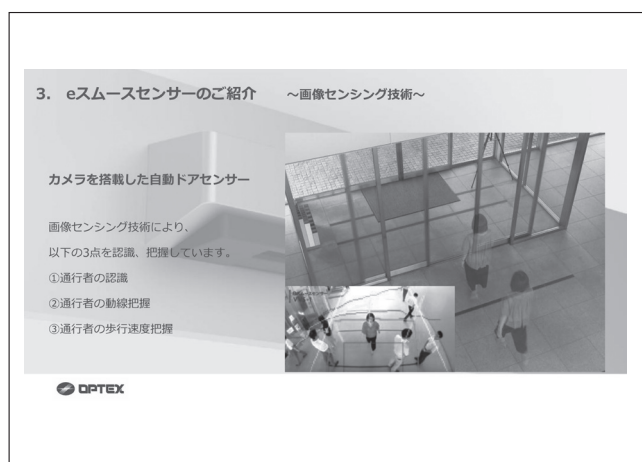

図3 画像センシング技術
2.通行者の動線把握。認識した通行者がどのように動いていくのかを追随します。これまでの一般的な自動ドアセンサーでは、通過する意思のない通行者に対してもドアを開けてしまうことがありました。「eスムーズセンサー」は人の形や進行方向を認識することができるため、自動ドアに向かってくる人だけを検出できます(図3)。